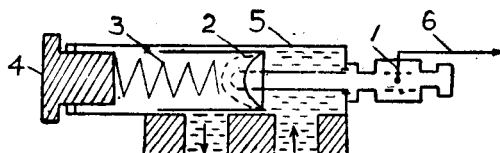

图 2 机油自动开关
1. 机油压力开关 一个可调节的接线螺柱(与外壳绝缘), 它的一头伸入机油压力调节器内。柴油机在正常运转中, 由于机油压力克服了调节阀门弹簧的力, 将阀门顶开, 这时接线螺柱的伸入头与调节阀门就分离了, 因此, 电流不能从此流过; 但当机油压力低于极限压力 ($2.5-1.5$ 公斤/公分²) 时, 弹簧的压力超过了机油的压力, 因而将调节阀推回, 并与接线柱伸入端相触, 使它接铁, 此时便接通了电流。参看图 2 的示意图。